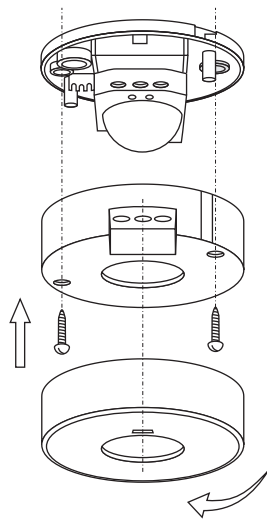

Рис. 3
7. Собрать корпус датчика (Рис. 3).